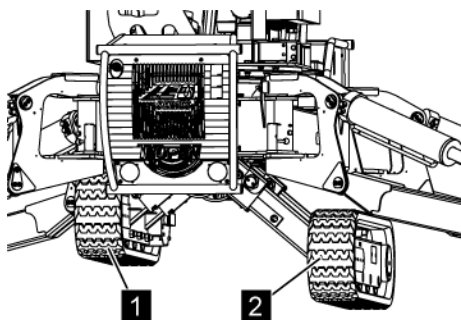

Abb. 20: Kettenfahrwerk
In Abb. 20 ist das linke Fahrwerk (1) ganz eingefahren und das rechte Fahrwerk (2) ganz ausgefahren.